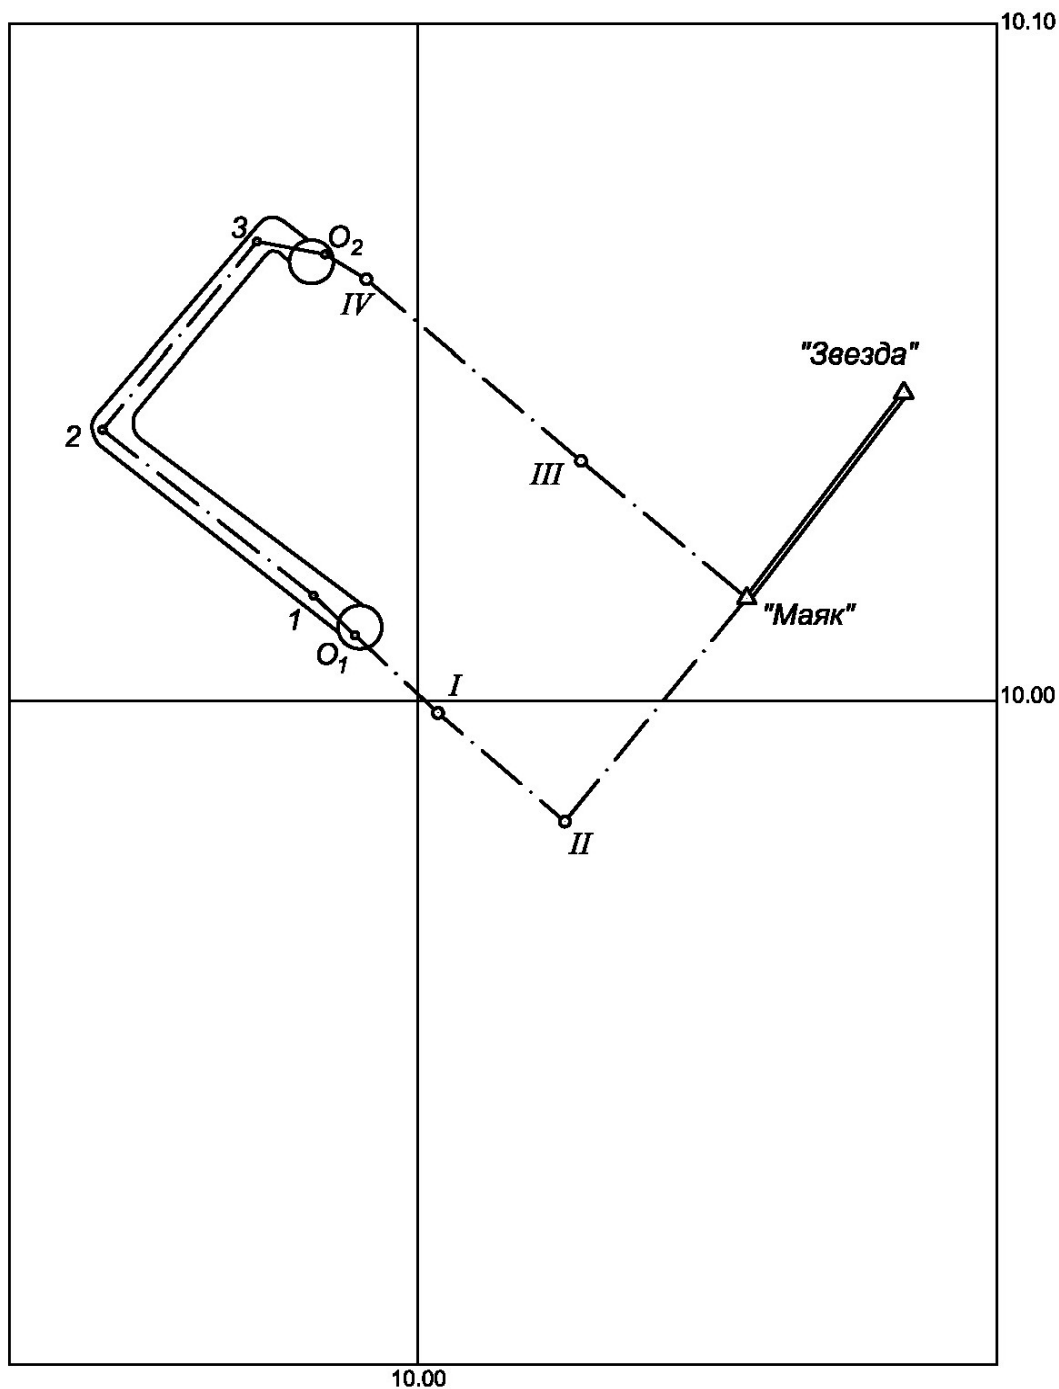

Рис. 10.2 – Совмещенный план поверхностного и подземного теодолитных ходов (1:1000)
5. После вычисления дирекционных углов сторон, координат пунктов соединительного хода и отвеса O_2 следует составить планы полигонометрических ходов на поверхности и в шахте в масштабе 1:1000. Для этого на ватмане размером 210x297 (формат А4) разбить координатную сетку и сделать накладку точек полигонов. Координаты линий сетки должны быть кратными 100 м. Полигонометрические ходы, стволы и соединительную выработку нанести в соответствии с условными знаками [3]. Диаметры стволов 5 м. Ширина соединительной выработки 3 м, за исключением сопряжений со стволами протяженностью 10 м в каждую сторону, где ширина 5 м. Расположение отвесов в стволах и маркшейдерских пунктов в выработке выбирается каждым студентом самостоятельно (рис. 10.2).